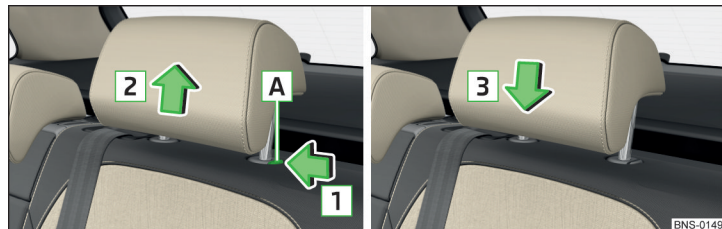

Fig. 101 Retirar/introducir el reposacabezas de la segunda fila de asientos
- Mantener presionada la tecla de seguridad **A** en el sentido de la flecha **1** y retirar el reposacabezas en el sentido de la flecha **2** » fig. 101.